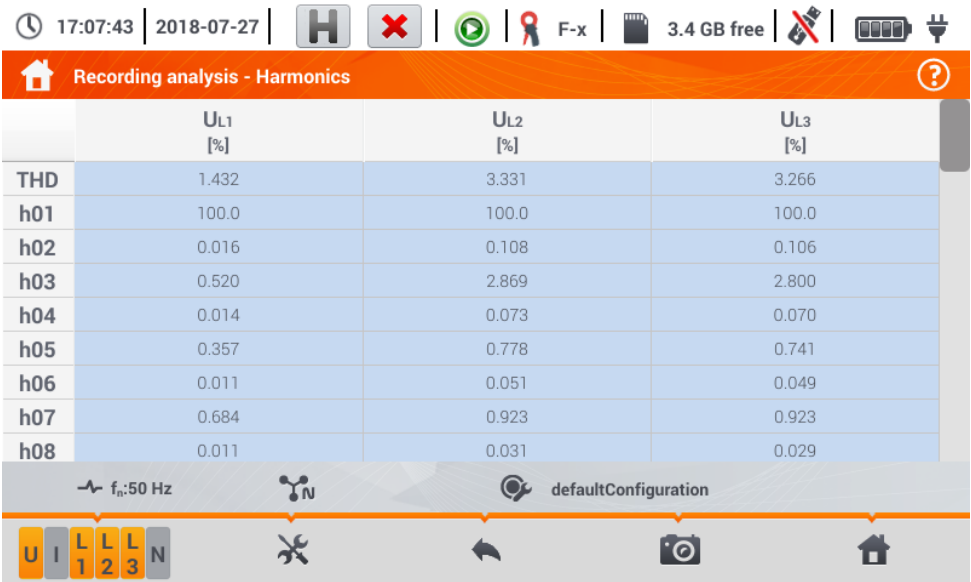

Fig. 5.24. Live Modus - Oberschwingungen – Tabellenansicht
- Wechsel zur Tabellenansicht der Oberschwingungen (Fig. 5.24). Jede Reihe in der Tabelle zeigt die Werte der Oberschwingungen an (bis zur 40. Und zusätzlich für **[%]** Modus – auch THD)